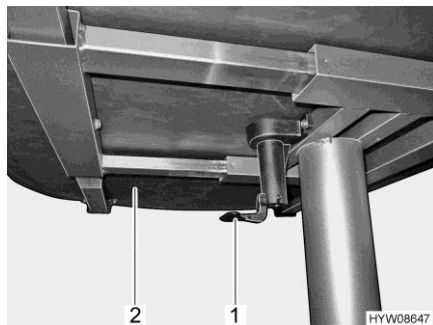

Fig. 84 Levier de déplacement du plateau de table
- Tirer le levier (Fig. 84,1) vers le bas ou l'enfoncer.
- Décaler le plateau de table (Fig. 84,2) dans la position désirée.